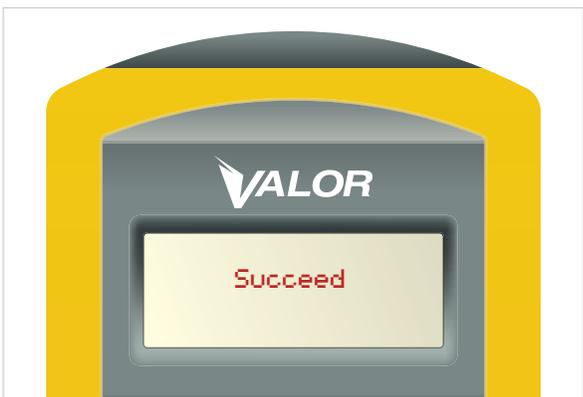

Figure 16
2. Une fois que le SmarTool a terminé la transmission des renseignements, l'écran indique Succeed (réussite). (Figure 16)